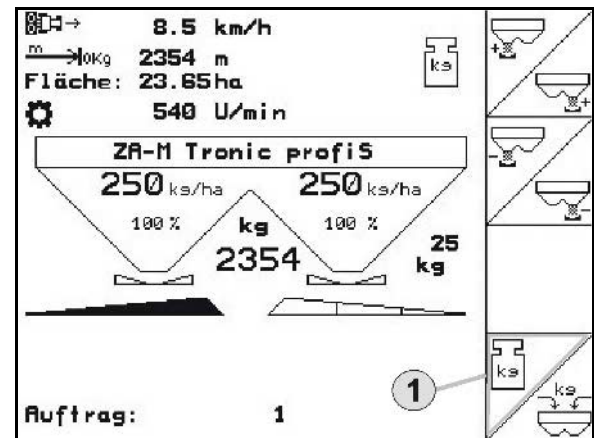

Fig. 37
- Arbeidsmeny: Velg automatisk gjødsel kalibrering (Fig. 37 /1).